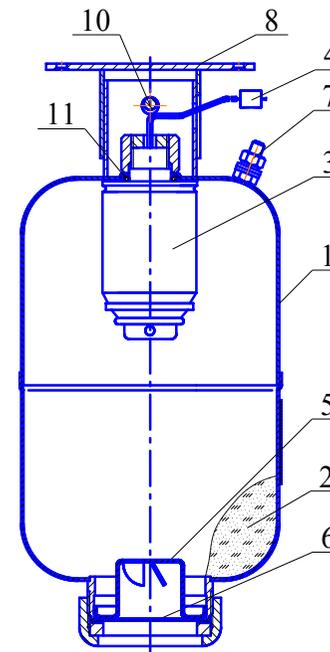
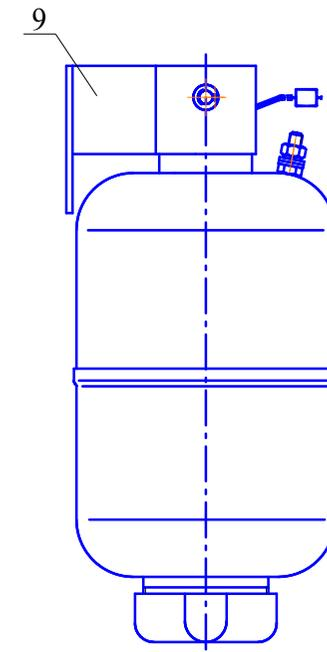

Рисунок 1
Рисунок 2
4.1.1 МПП (см. рисунок 1) состоит из корпуса 1, в котором размещаются огнетушащий порошок (ОП) 2 и источник холодного газа (ИХГ) 3 элементом электропусковым 4. В нижней части корпуса находится насадок-распылитель 5, выходное отверстие которого перекрыто мембраной 6. Модуль имеет заземляющий зажим 7. В верхней части МПП снабжен кронштейном 8 для крепления к потолочному перекрытию (рисунок 1) или кронштейном 9 для крепления на стене (рисунок 2). Кронштейн с МПП соединяется осью 10, которая фиксируется через шайбы шплинтами.
А.4.4.2 Закрепить кронштейн 8 (см. рисунок 1а) на потолке или кронштейн 9 (см. рисунок 1б) на стене. Координаты отверстий в кронштейне потолочного крепления приведены на рисунке 3а), настенного крепления – на рисунке 3б).
6.2 Закрепить кронштейн 8 (см. рисунок 1) на потолке или кронштейн 9 (см. рисунок 2) на стене. Координаты отверстий в кронштейне, предназначенном для крепления МПП на потолке, приведены на рисунке 3а), на стене – на рисунке 3б).
- ИХГ-2(М)-01 СИАВ 066614.025.000 ТУ для МПП нормального исполнения или ИХГ-2(М)-02 СИАВ 066614.025.000 ТУ для МПП специального исполнения (поз. 3 рисунок 1) – 1 шт.;
- резиновое кольцо 020-026-36 ГОСТ 9833-73 (поз. 11 рисунок 1) – 1 шт.;
- огнетушащий порошок ИСТО-1 ТУ 2149-001-54572789-00 (поз. 2 рисунок 1) – 1,9 кг;
- мембрана черт. СИАВ 634233.006.003 (поз. 6 рисунок 1) – 1 шт.